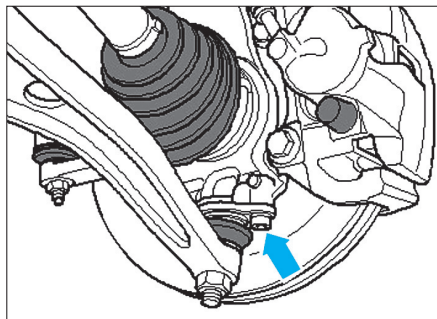

Fig. 17
- le pivot de la rotule d'essieu inférieure (flèche) (Fig.17),
• Dévisser le pivot de la rotule d'essieu inférieure (flèche) (Fig.17)